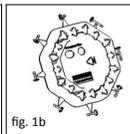
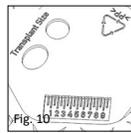

fig. 1b
Fig. 10
■ **Fig. 10** La escala milimétrica sirve para mediciones comparativas generales que pueden resultar útiles en el marco de una intervención quirúrgica en el oído medio. El reverso también puede utilizarse como superficie de apoyo o zona de preparación para diversas operaciones, p.ej. la manipulación o depósito intermedio del injerto.
■ **fig. 1b/10** Os gabaritos integrados no lado posterior do disco medidor (fig. 1b) mostram o tamanho mínimo do transplante necessário para o preenchimento da membrana timpânica (fig. 10).
■ **fig. 10** A escala de milímetros destina-se a realizar medições comparativas gerais, que podem ser úteis durante uma cirurgia ao ouvido médio. Por regra geral, o lado posterior também pode ser usada como superfície de apoio ou campo de preparação para diferentes processos, tal como, por exemplo, a preparação do transplante ou armazenamento intermédio.
■ **Рис.1б/10** Встроенные на обратной стороне диска-измерителя шаблоны (Рис.1б) показывают минимальную величину трансплантата для подкладки у барабанной перепонки (Рис. 10).
■ **Рис.10** Миллиметровая шкала предназначена для общих сравнительных измерений, которые могут быть полезными при операциях на среднем ухе. Принципиально обратная сторона может использоваться также в качестве подставки или для подготовки трансплантата или промежуточного хранения.